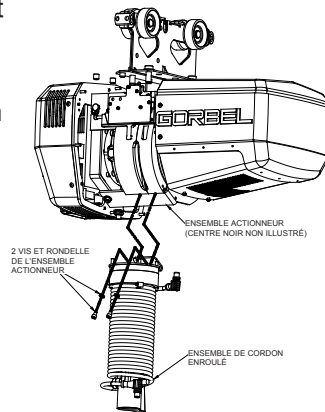
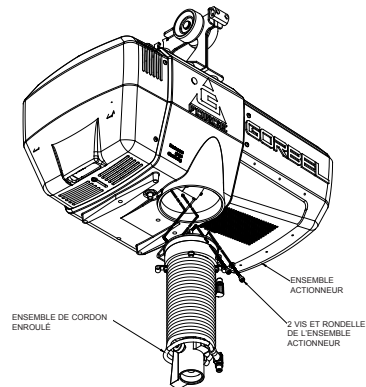

Figure 4C. Installation de l'ensemble de cordon enroulé au niveau de l'actionneur (centre noir non illustré).
Figure 4D. Installation de l'ensemble de cordon enroulé (vue de dessous).
4.3 Utilisez le matériel de l'ensemble actionneur pour fixer l'ensemble de cordon enroulé à l'actionneur (**Figure 4C**). Ajustez le cordon enroulé dans les brides de serrage pour que le connecteur du cordon enroulé soit placé convenablement du bon côté de l'ensemble actionneur. **Remarque** : L'orientation du cordon enroulé doit être correcte pour que le connecteur soit placé convenablement (**Figure 4D**).
4.4 Insérez le connecteur du cordon enroulé dans le connecteur de l'actionneur (**Figure 4D**).